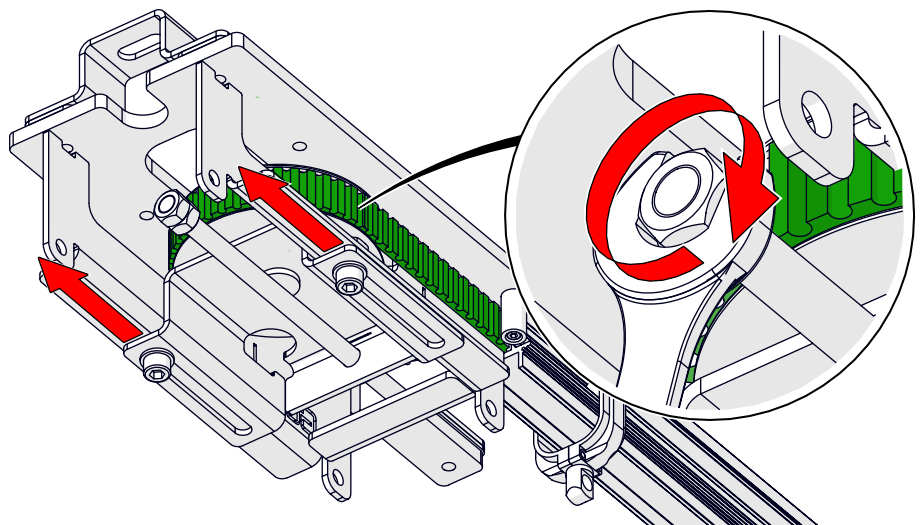

Abb. 87: Zahnriemenmontage – Zahnriemen an der Umlenkeinheit spannen
- ➔ Verschieben Sie den Schlitten, indem Sie an der Gewindeschraube mit einem Gabelschlüssel SW 19 drehen, bis der Riemen ausreichend Spannung hat (siehe Abb. 87).